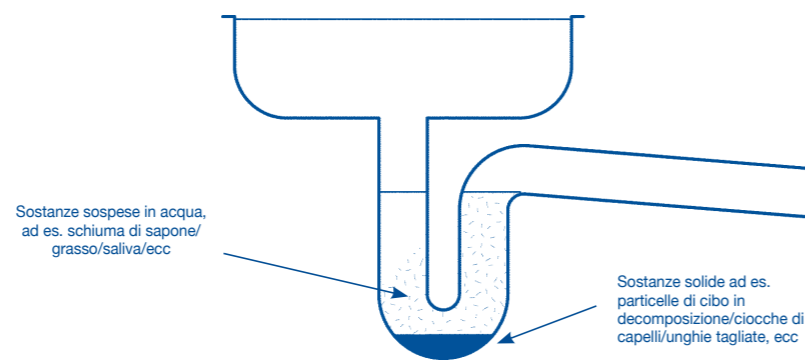

Figura 1. L'acqua contenuta nei classici sifoni può diventare stagnante
- HepvO® differisce dai sifoni convenzionali, i quali si possono asciugare o trattenere l'acqua per un lungo periodo, acqua che può diventare stagnante causando l'emissione di odori e l'aumentare della crescita batterica (vedi figura 1 sotto)